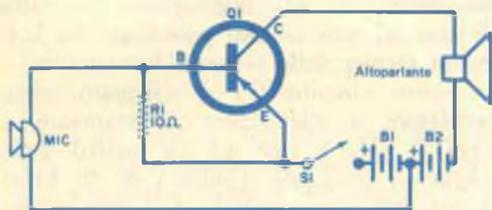

Fig. 1 - L'energia per questo megafono di potenza viene fornita da un solo transistor di potenza (Q1) in circuito ad emettitore comune.
Nella fig. 1 è rappresentato lo schema dell'amplificatore a due transistori (progettato appositamente per queste cartucce) di cui proponiamo la costruzione in questo articolo.
**Funzionamento dell'amplificatore** - Una cartuccia stereo, dotata di due puntine intercambiabili di zaffiro, viene accoppiata ad una cuffia stereo attraverso un amplificatore stereo a due canali, singolare per la sua semplicità: esso infatti impiega soltanto quattro resistori, due condensatori e due transistori, come si vede nella *fig. 1*. I resistori R3 e R4 forniscono rispettivamente la polarizzazione per Q1 e Q2; i condensatori C1 e C2 trasferiscono il segnale e bloccano la c.c. Per l'alimentazione dei transistori viene usata una pila a torcia da 1,5 V. La tensione di una batteria da 6 V viene divisa, in egual misura e con polarità opposta, ai capi di ciascun elemento della cartuccia stereo. Per tale funzione può essere usata una tensione c.c. comunque ottenuta e che abbia un valore compreso tra 6 V e 18 V. Naturalmente più alta sarà la tensione e maggiore sarà l'uscita: tuttavia, con 6 V, si ottiene già un normale e gradevole livello d'ascolto.
Fig. 1 - La cartuccia fonografica si comporta come una resistenza variabile e modula una tensione c.c. da 6 V per pilotare, in concordanza con i movimenti della puntina, un semplice amplificatore stereo. Nel testo viene spiegata la tecnica della fase stereo.
Nella *fig. 1* è riportato un circuito particolarmente interessante, che richiede un solo transistor di potenza (Q1) ed un numero minimo di componenti e che può